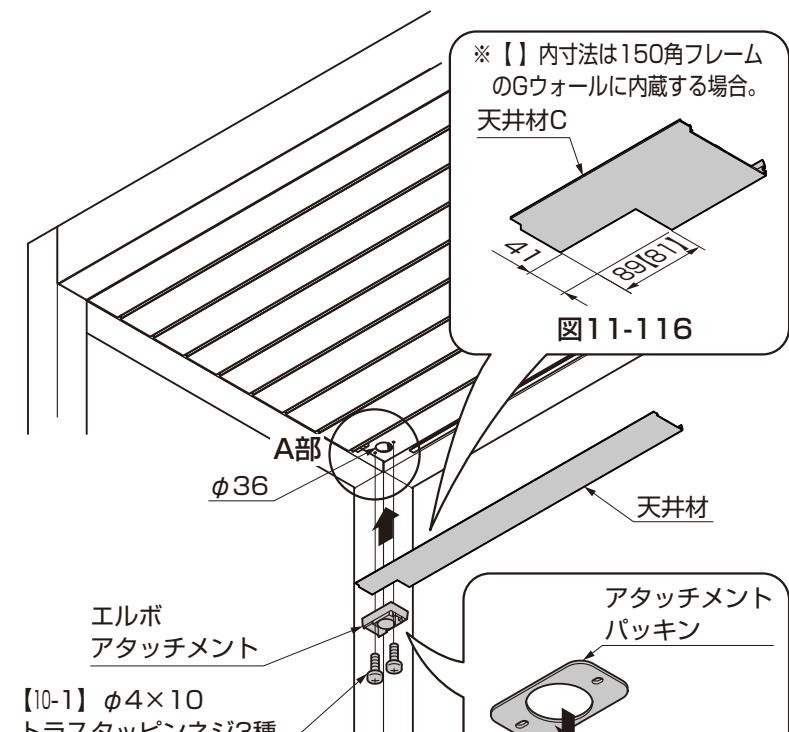

図11-116
- ②天井材Cの縦樋がつく位置を確定し、切欠きを現場加工してください。（図11-116参照）
- ③天井材を取付けてください。